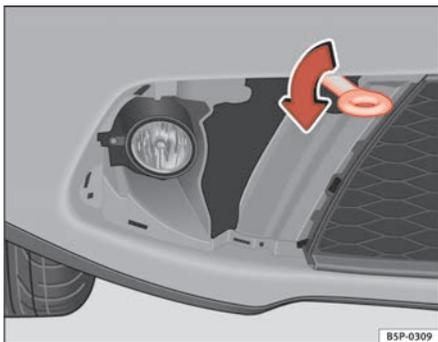

Fig. 206 Avvitamento del gancio di traino
- Avvitare l'occhiello fino in fondo verso *sinistra*, nel senso indicato dalla freccia ⇒ fig. 206.